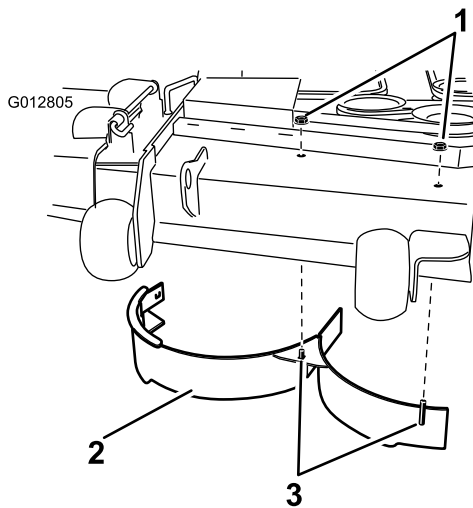

Figure 2
1. Montieren Sie das rechte Ablenblech mit zwei Muttern (5/16"), wie in Figure 2 dargestellt. Ziehen Sie die Befestigungen handfest an.